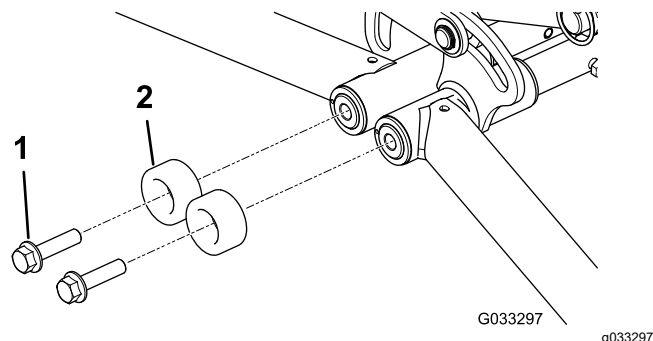

図 21
2. 既存のフランジヘッドボルトと円筒バンパーを外す 図 21。